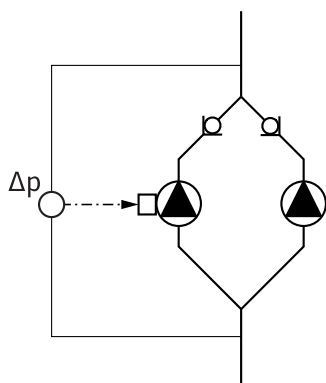

Fig. 13: Esimerkki, paine-eroanturin liitäntä
- Esimerkissä Fig. 13 Master-pumppu on virtaussuuntaan nähden vasemmalla oleva pumppu. Paine-eroanturi yhdistetään tähän pumppuun.
Master-pumpun paine-eroanturin mittauspisteiden täytyy olla kyseisessä koontiputkessa kaksoispumppuaseman imu- ja painepuolella (Fig. 13).